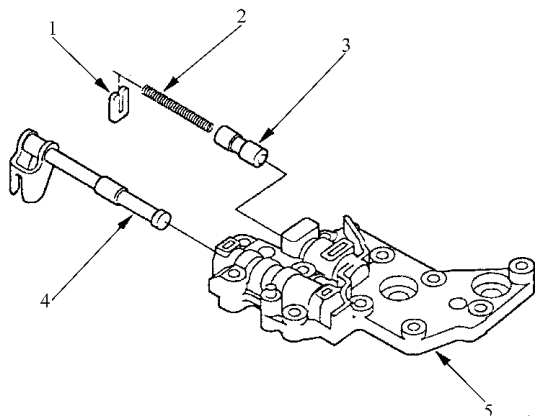

图 5-108 拆卸手动阀体
1) 如图 5-108 所示, 从手动阀体上, 拆卸弹簧座、阀门弹簧和倒档限位阀。倒档限位阀弹簧的技术参数: